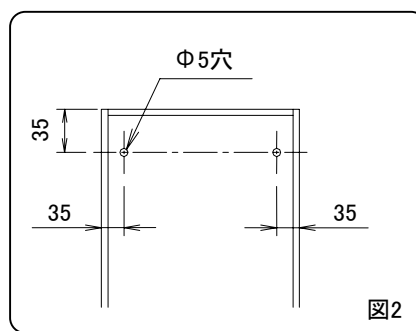

図2
- ②中台キャビネットの後板の所定位置に壁面取り付け用の下穴(φ5穴)を加工してください。(図2)